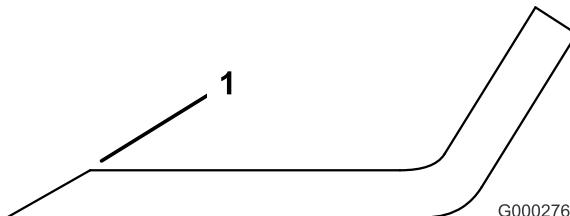

Figure 75
1. Aiguisez le tranchant à chaque extrémité de la lame (Figure 75), en veillant à conserver l'angle de coupe d'origine. Limez la même quantité de métal sur chacun des deux tranchants pour ne pas déséquilibrer la lame.